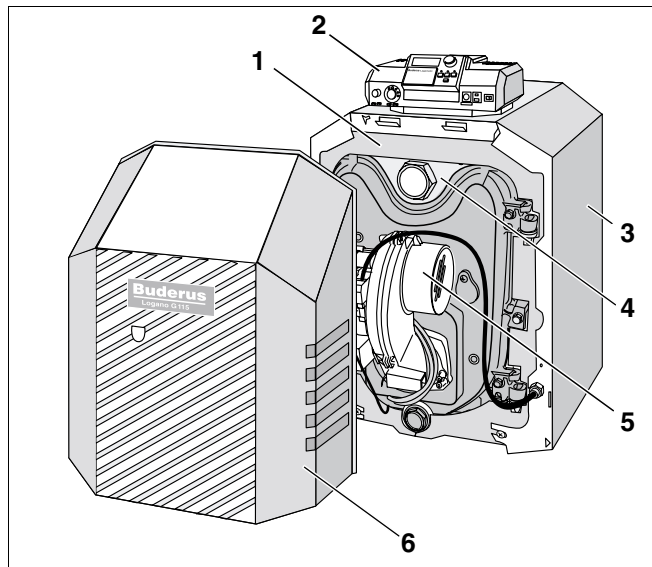
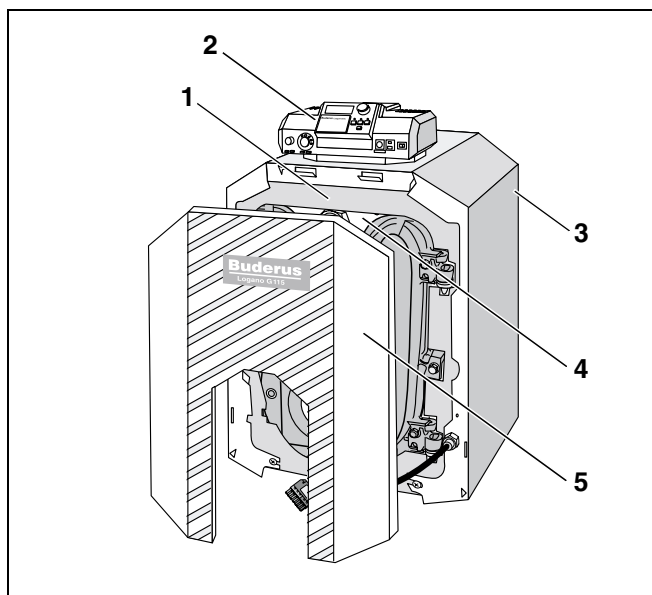

Fig. 1 Cazan special de incalzire cu motorina/gaz Logano G115 cu arzator Logatop
Fig. 2 Cazan special de incalzire cu motorina/gaz Logano G115
Cazanele speciale de incalzire cu motorina/gaz Logano G115 (fig. 1) sunt dotate din fabrica cu arzatoare Logatop (fig. 1, **poz. 5**).
Cazanele speciale de incalzire cu motorina/gaz Logano G115 (fig. 2) trebuiesc echipate cu un arzator corespunzator cazanului de incalzire.
Componentele principale ale cazanelor speciale de incalzire cu motorina/gaz Logano G115 si cu arzator Logatop (fig. 1) precum si ale cazanelor speciale de incalzire cu motorina/gaz Logano G115 (fig. 2) sunt:
- Blocul cazanului (fig. 1 si fig. 2, **poz. 4**) si arzator (fig. 1, **poz. 5**).
- Mantaua cazanului (fig. 1 si fig. 2, **poz. 3**), termoizolatia (fig. 1 si fig. 2, **poz. 1**) si capacul arzatorului (fig. 1, **poz. 6**) respectiv captuseala usii arzatorului (fig. 2, **poz. 5**).
- Aparatul de reglare (fig. 1 si fig. 2, **poz. 2**)